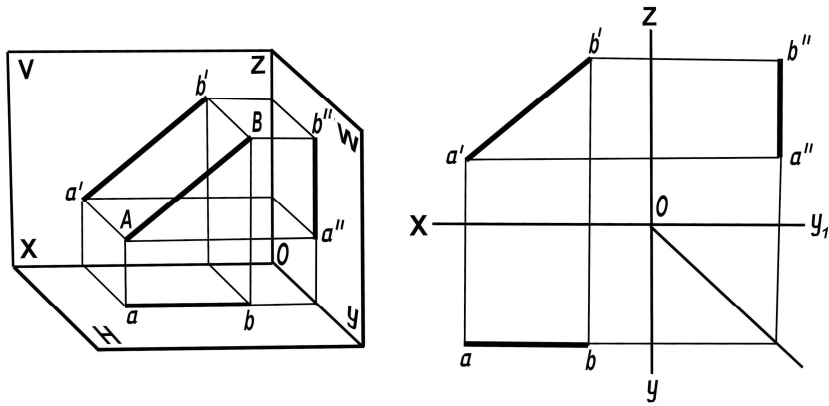

Рисунок 4.
**Упражнение № 2:** По заданным координатам концов отрезка АВ построить его наглядное изображение и комплексный чертёж. Определить положение отрезка относительно плоскостей проекций. (Рис.4)